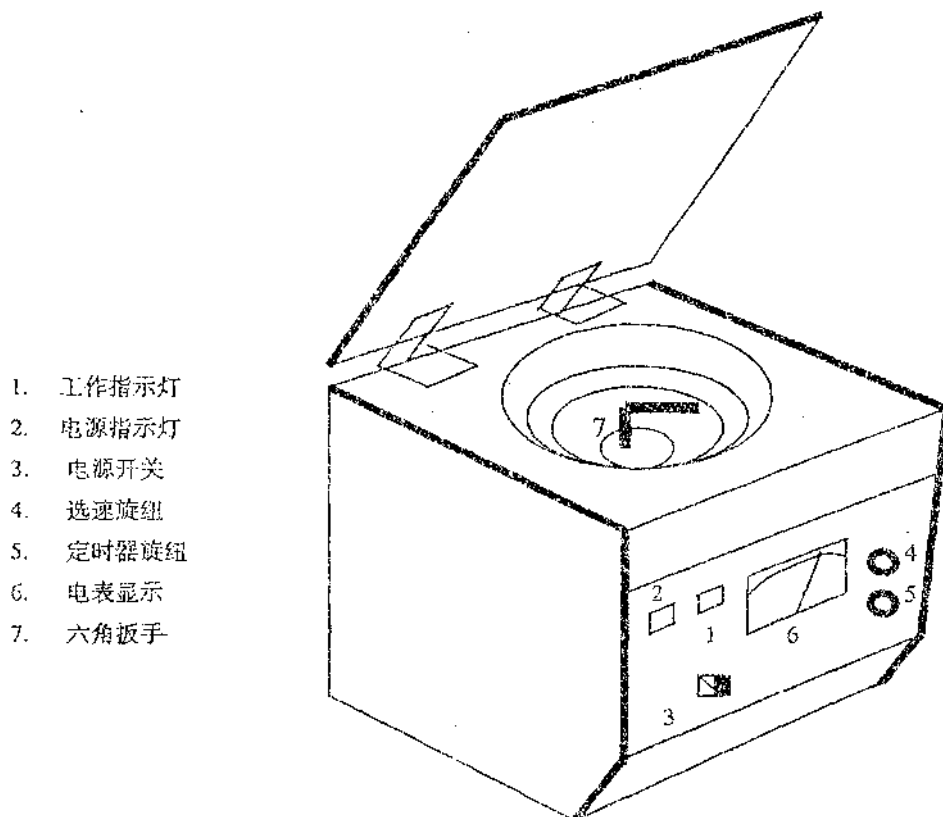

图 2-3-2 TGL-16G 高速台式离心机的结构
3.1.2 TGL-16G 高速台式离心机的结构(图 2-3-2)